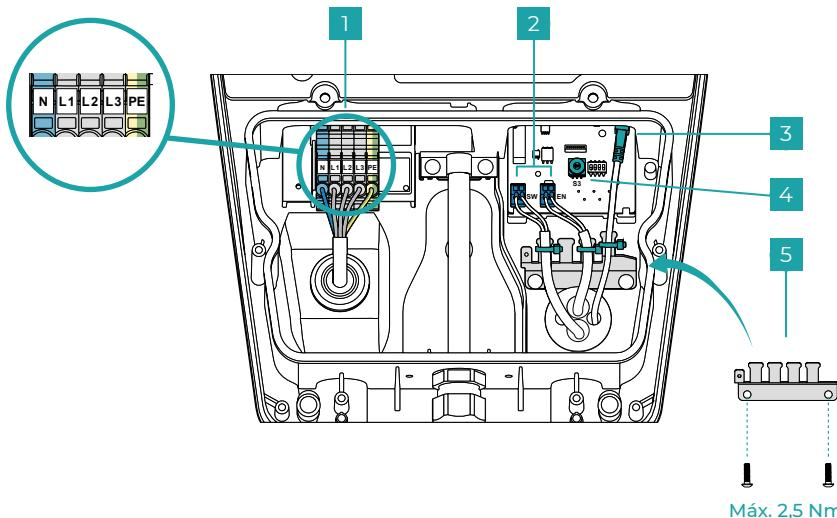

Fig. 6
De forma opcional se puede conectar un dispositivo de bloqueo externo (p. ej., un interruptor de llave) en la interfaz interna (fig. 6 - n.º 2 - interfaz EN).
- Preparar el cable de conexión a la red de forma adecuada ($\varnothing 10 - 20 \text{ mm} // \text{máx. } 5^*6 \text{ mm}^2$) y conectarlo como se indica en la **fig. 6 - n.º 1**. La figura muestra la conexión en tres fases. Para conectar el sistema de carga a la red en una fase, utilizar N, L1 y PE.
- Configurar la corriente de carga máxima de 6 A a 16 A mediante el interruptor giratorio S3 como se indica en la **fig. 6 - n.º 4**.
- Opcional: preparar los cables de datos (entrada digital [EN] / salida digital [SW] y LAN) y conectarlos como se indica en la **fig. 6 - n.º 2 y 3**. Para conectar un dispositivo de bloqueo externo a través de una entrada digital, retirar previamente el puente de cables.
Colocar la mordaza de fijación como se indica en la **fig. 6 - n.º 5** y fijar los cables de datos con bridas. Montar la tapa inferior del sistema de carga como se indica en la **fig. 7**.
- El sistema de carga puede asegurarse contra el uso no autorizado mediante un dispositivo de bloqueo externo (p. ej., un interruptor de llave). Cuando se solicita el proceso de carga, se comprueba si hay un bloqueo externo. Utilizar para ello la interfaz de datos EN como indica la **fig. 6 - n.º 2**.